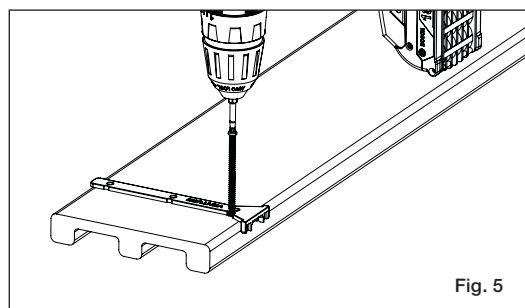

Fig. 5
A) Para todos los sujetadores de pisos para terrazas, se recomienda que use la herramienta de localización para garantizar la colocación precisa de los tornillos en las áreas con piezas más gruesas (fig. 5). Puede marcar el sitio usando la herramienta de localización para hacer agujeros guía o usar las muescas en el lado de la herramienta para hacer agujeros guía para los tornillos. Para ver más información e instrucciones para el uso de la herramienta de localización, visite www.Deckorators/locatortool.com.